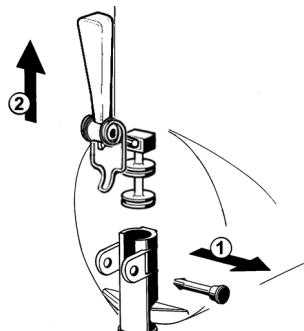

Bild 10
- 5** Den Ablaßhahn in der gezeigten Reihenfolge zerlegen (Bild 10).
umgekehrter Reihenfolge ausführen (Bild 10).